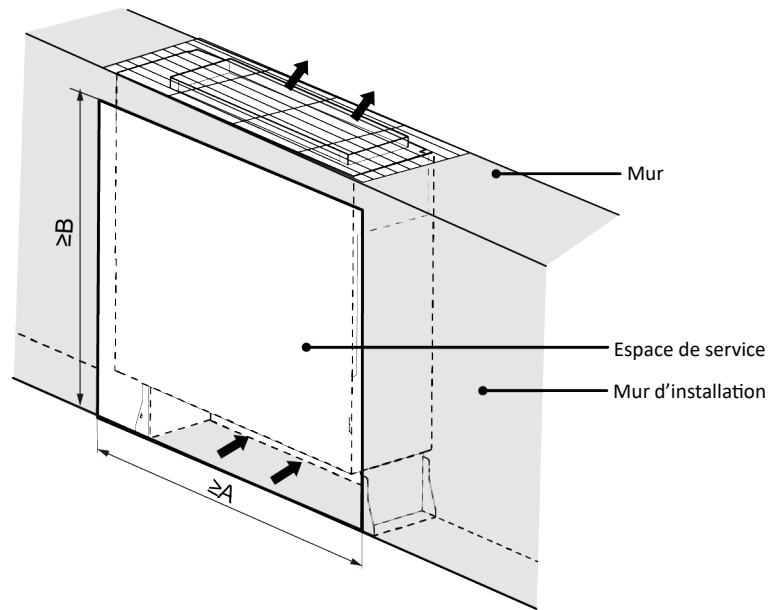

Fig.3.2.1
- 6 Lorsque l'unité intérieure est encastrée, veuillez à l'installer selon la dimension indiquée à la Fig.3.2.1 afin de laisser suffisamment d'espace pour l'entretien.